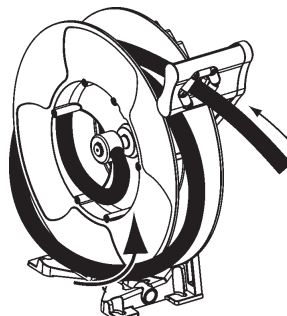

Fig. 13
2. Insérer le flexible sur un tour à l'intérieur du tambour par une flasque de l'enrouleur (fig. 13).